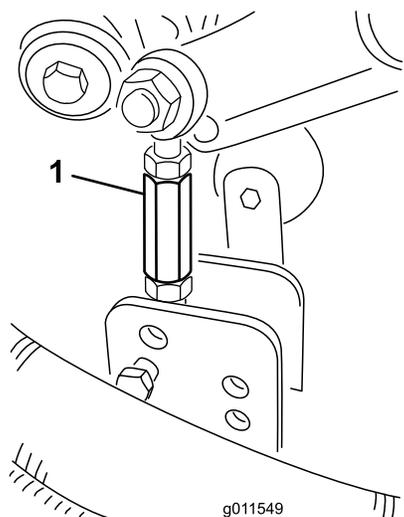
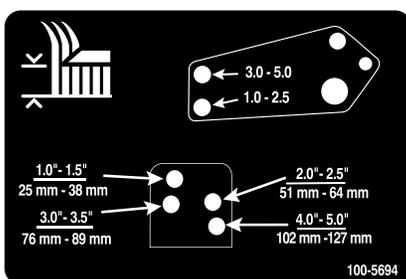

Figura 24
Figura 25
8. Togliete le coppiglie ed i perni con testa che fissano le connessioni dell'ammortizzatore alle staffe dell'apparato di taglio (Figura 24). Allineate i fori dei tiranti di smorzamento con i fori della staffa per l'altezza di taglio desiderata sul telaio dell'apparato di taglio (Figura 25), inserite i perni con testa e montate le coppiglie.